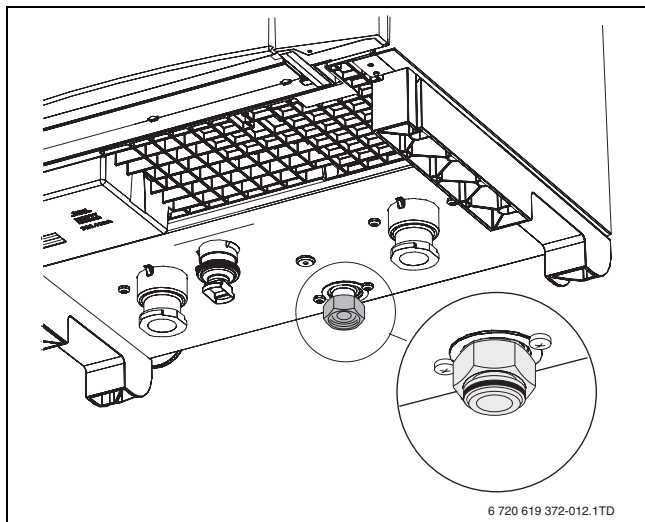

Fig. 18 Guarnizione di gomma
- Verificare che la guarnizione di gomma piana (premontata) sia effettivamente presente nella connessione a vite (lato caldaia) (→ fig. 18, zoom).